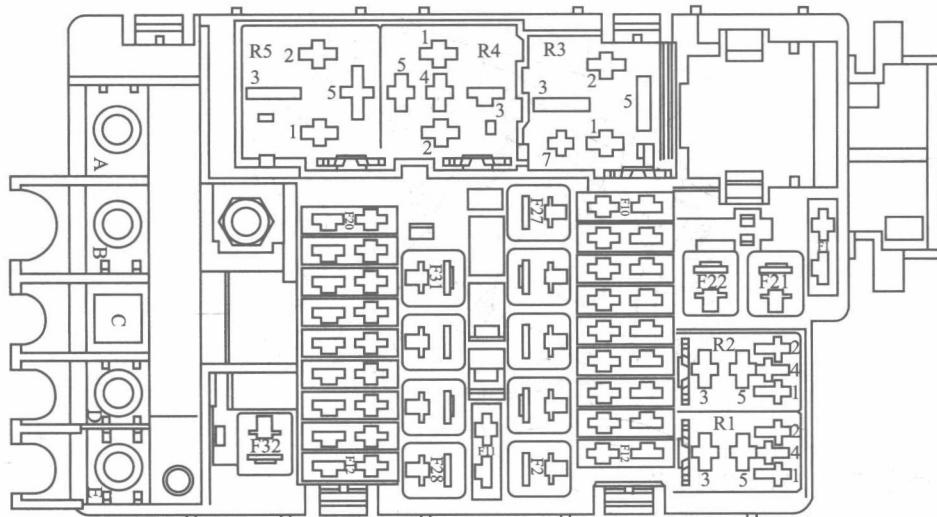

图 1-9 电控箱上的熔断器支架
② 熔断器 SB 在电控箱上，在发动机舱内的左侧，见图 1-9。